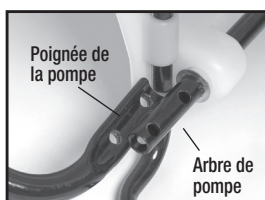
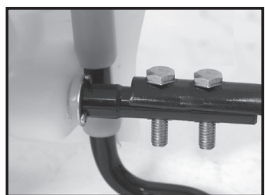

Figure 2
Figure 5
La poignée de pompe s'installe à l'une ou l'autre extrémité de l'arbre de la pompe (A). Pour installer la poignée de pompe, placez la poignée (C) sur l'arbre (A) en alignant le trou de la poignée de pompe et le trou de l'arbre. Glissez le boulon (B) à travers des trous vis-à-vis, comme montré aux figures 3. Serrez l'écrou (D) au boulon. Il y a dans trous dans la poignée de la pompe pour permettre un montage de gaucher (fig. 2- 4) ou droitier (fig. 5).